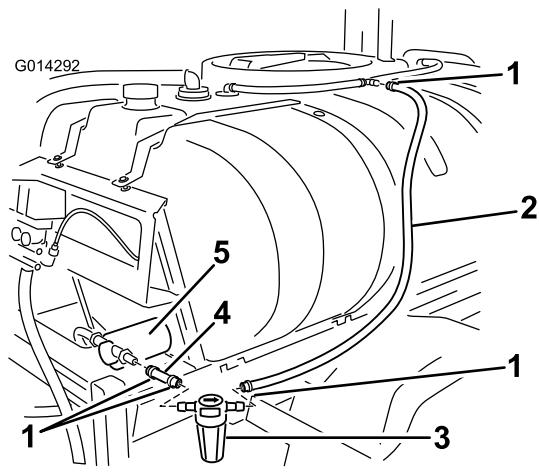

Figura 22
5. Montate il flessibile sull'estremità libera del raccordo a T montato in precedenza (Figura 22).